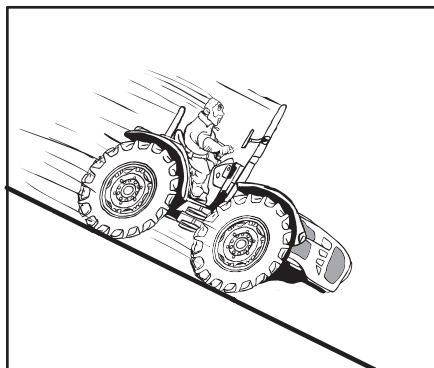

Fig. 2.23
- Inserite una marcia lenta prima di iniziare una discesa od una salita (Fig. 2.23).